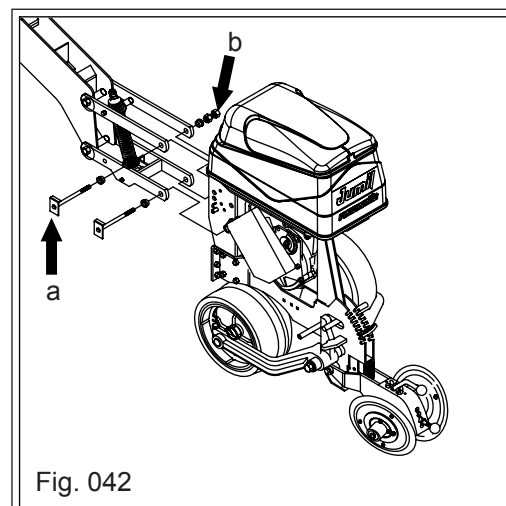

Fig. 042
c) Depois você já pode montar as unidades semeadoras nos braços do pantógrafo (Fig. 042) prendendo-as através dos eixo do pantógrafo e das porcas inserto ("a" Fig. 042).